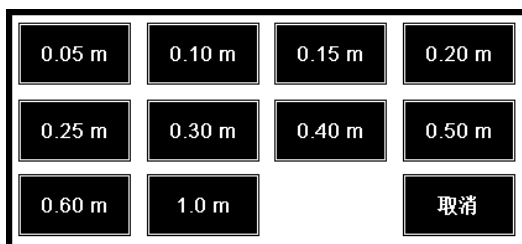

图 5.2-3 测点间距
- 测点间距，测点间距是指每两个测点间的距离。点击后面的文本框弹出测点间距设置对话框，如图 5.2-3 所示。推荐选择 0.15m、0.20m、0.25m。